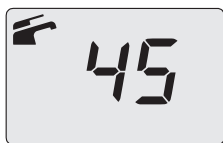

Рис. 2.6
- На дисплее появится температура котла (первичный контур) и символ  (Рис. 2.6).